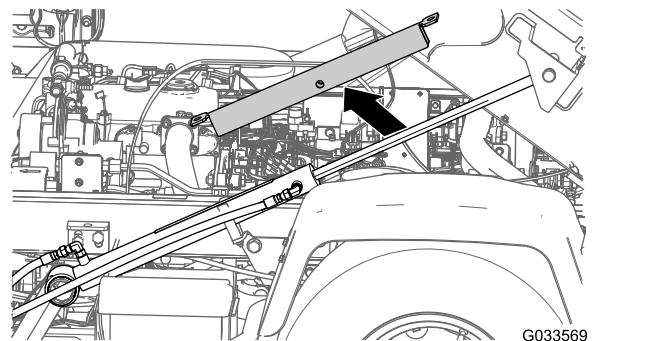
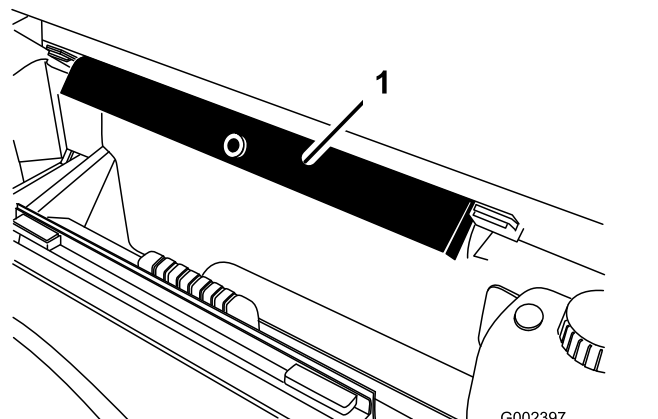

Figura 34
Figura 35
2. Îndepărtați suportul platformei de pe cilindrul de ridicare și depozitați suportul pe consolele de depozitare din spatele panoului ROPS (Figura 34 și Figura 35).